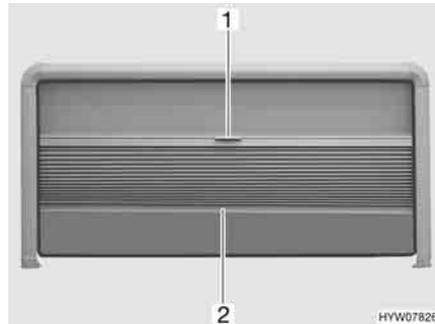

Fig. 47 Finestra apribile
- Afferrare la tendina oscurante pieghevole al centro dell'asta di chiusura (Fig. 47,2) e tirare delicatamente verso il basso.
- Tenere la parte centrale dell'asta di chiusura (Fig. 47,2) della tendina oscurante pieghevole e spingere quest'ultima verso l'alto con cautela.
- Tirare la zanzariera a rullo verso il basso utilizzando la maniglia (Fig. 47,1).
- Spingere la zanzariera a rullo completamente verso l'alto utilizzando la maniglia (Fig. 47,1).